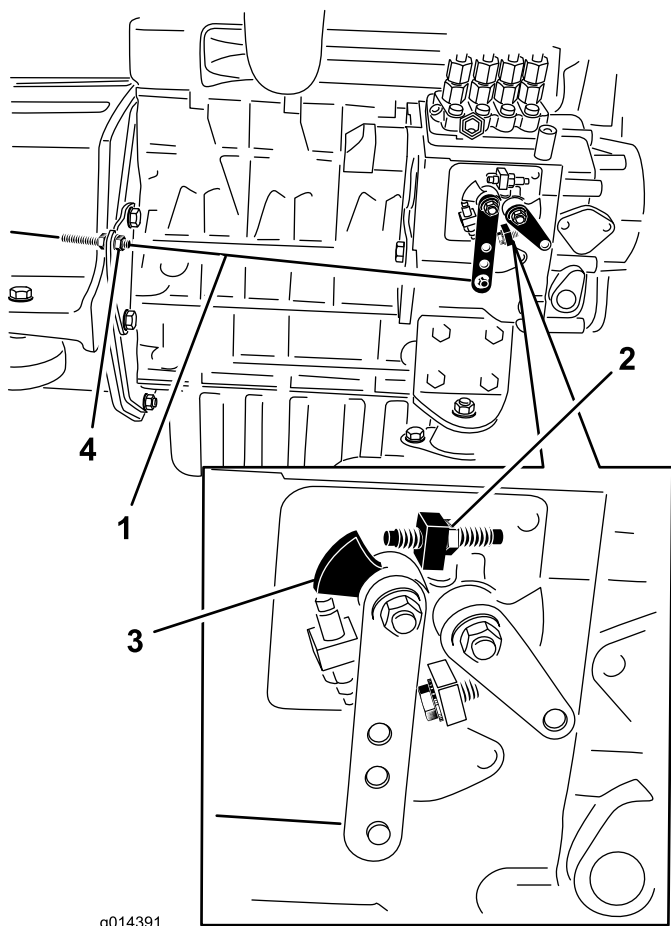

Bild 35
2. Überprüfen Sie die Stellung des Fahrgeschwindigkeitshebels auf der Einspritzpumpe für den Motorkraftstoff. Der Fahrgeschwindigkeitshebel sollte die Volllasteinstellschraube berühren, wenn sich der Gasbedienungshebel in der Leerlaufstellung „SCHNELL“ befindet (Bild 35).
3. Bei Bedarf kann die Position der Kabelklemmmuttern des Gasbedienungshebels angepasst werden, so dass der Fahrtriebshebel die Vollasteinstellschraube berührt, wenn sich der Gasbedienungshebel in der Leerlaufstellung „SCHNELL“ befindet (Bild 35). **Stellen Sie die Hochgeschwindigkeitsschraube am Fahrgeschwindigkeitshebel nicht ein.**